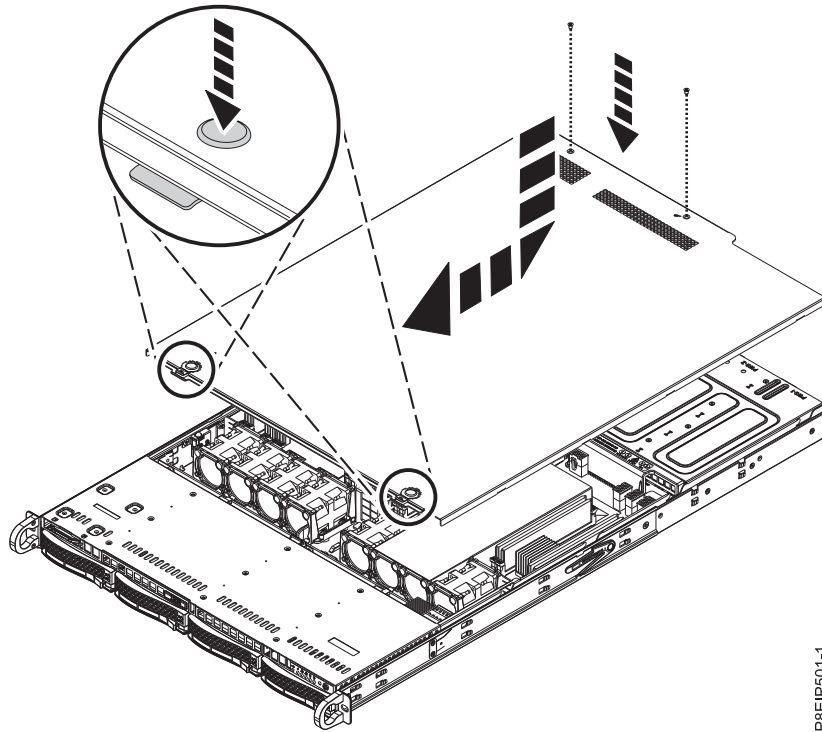

図 58. カバーの再取り付けと固定
2. カバーを所定の位置に収まるまで前方にスライドさせます (図 58 を参照)。